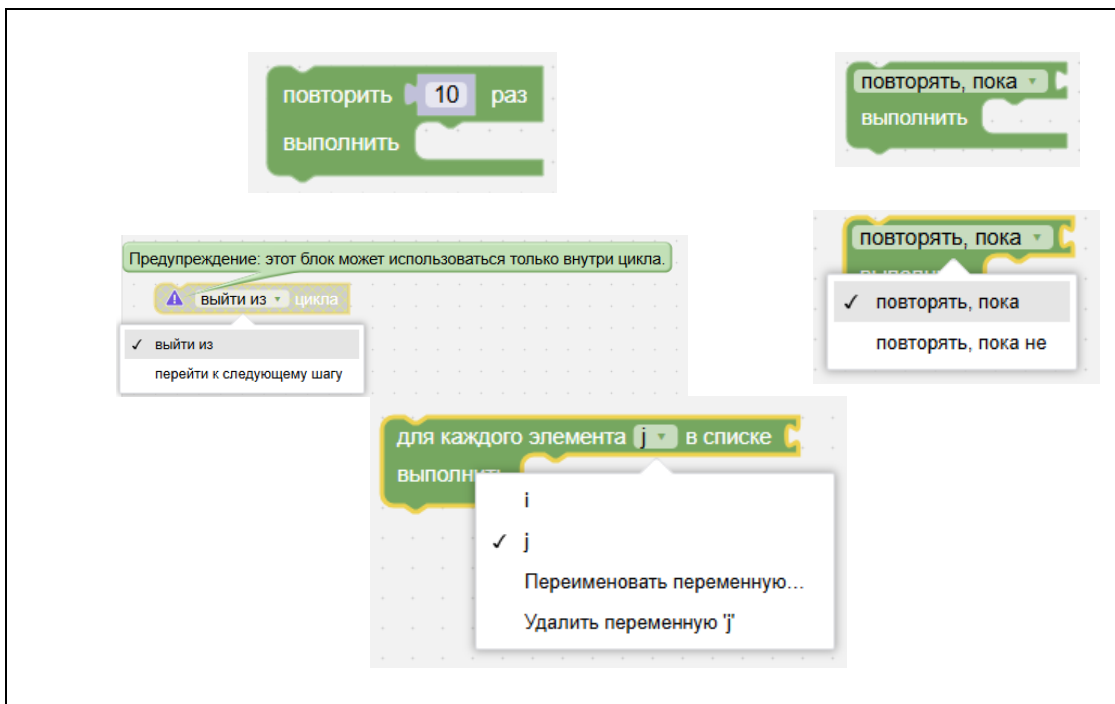

Рисунок II-20 – Блоки «Циклы»
5. Блоки «Циклы» – многократное повторение определенных действий (команд) (см. Рисунок II-20).